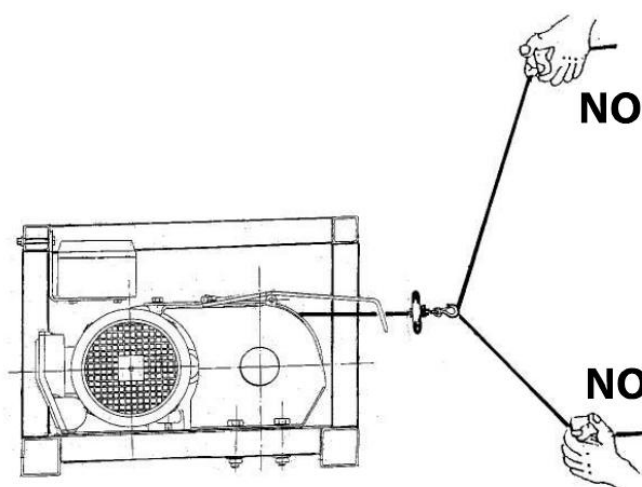

FIG. 4 — Traction oblique : interdite
- 5) Évitez absolument d'utiliser le treuil pour tirer le câble obliquement par rapport à la verticale (Fig. 4).